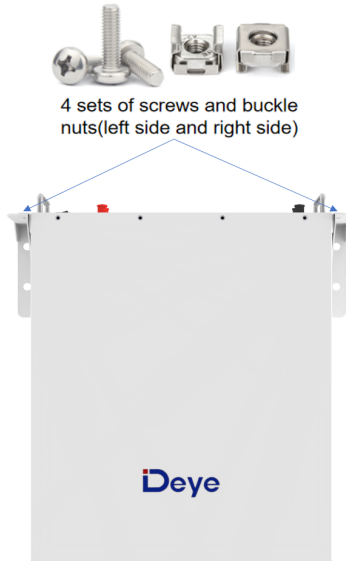

Abbildung 4-4
e) Nehmen Sie die Batterie in die Hände und halten Sie sie fest. Hängen Sie die Batterie an der befestigten Wandhalterung ein. Die Befestigungsösen müssen an den linken und rechten Bohrungen der Halterung ausgerichtet sind, wie in Abbildung 4-4 dargestellt.